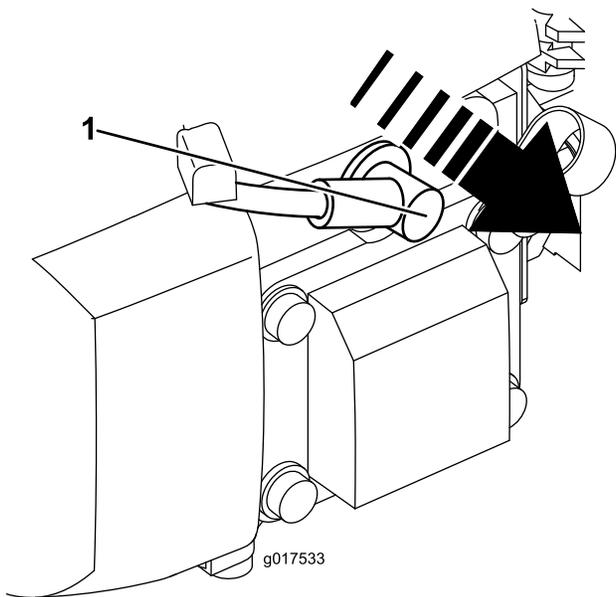

Figura 17
2. Desligue o fio da vela da ignição da vela da ignição (Figura 17) antes de executar qualquer procedimento de manutenção.